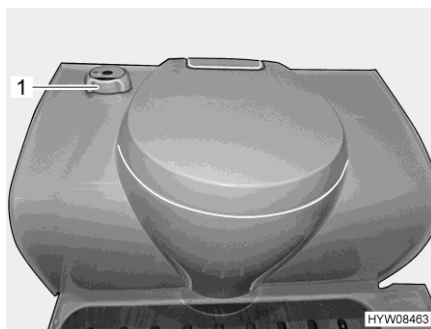

Bild 109 Thetford-toalett
- Vrid ratten (Bild 109,1) moturs.
- Vrid ratten (Bild 109,1) medurs.